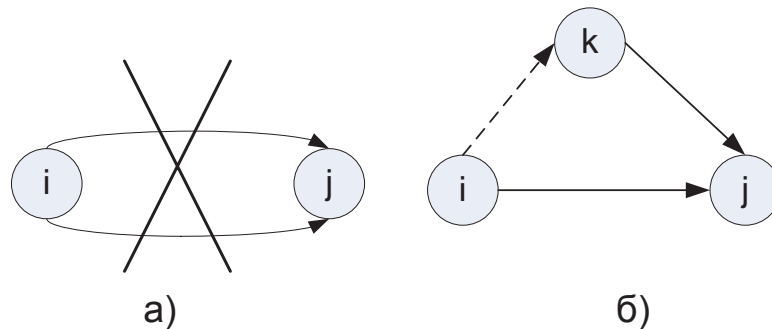

Рис. 5.7. Паралельні роботи між двома подіями а) розв'язують за допомогою фіктивної роботи б)
9. Не повинно бути паралельних робіт між одними й тими ж подіями, для відображення такої ситуації використовують фіктивні роботи (рис. 5.7).